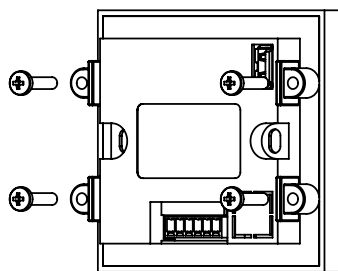

Рисунок 2 – Фіксування пульта кріпильними елементами
4. Закріпити пульт чотирма гвинтами з комплекту постачання з достатнім, але не надмірним зусиллям (див. *рисунок 2*).